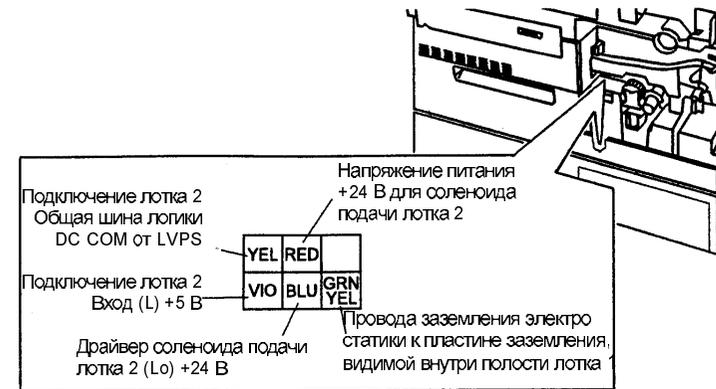

Рис. 1. Разъем лотка 2
Подготовьте измерительный прибор к измерению постоянного напряжения +5 В. Подключите красный провод прибора к фиолетовому проводу, который на Рис. 1 обозначен как "Tray 2 Connected Input (L) +5VDC", а черный провод подключите к металлической части корпуса аппарата. Измерено напряжение приблизительно +5 В.